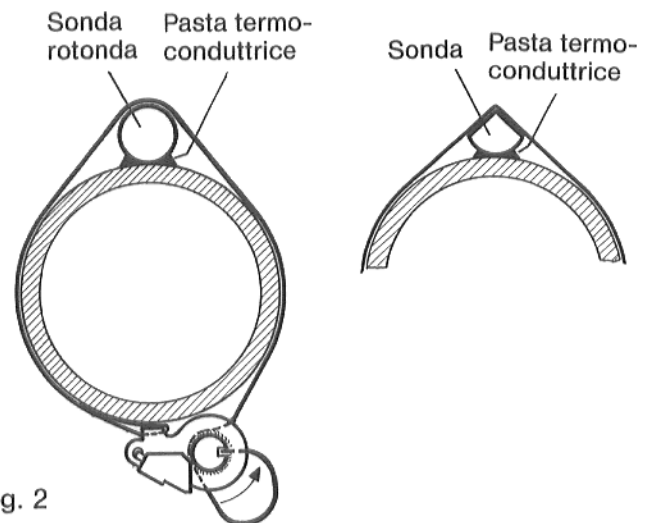

Fig. 2
4. Collocare il nastro di fissaggio attorno alla tubazione di mandata ed al sensore (Fig. 2 e 3).
Infilare il nastro nella fessura del tensore a vite (Fig. 2).